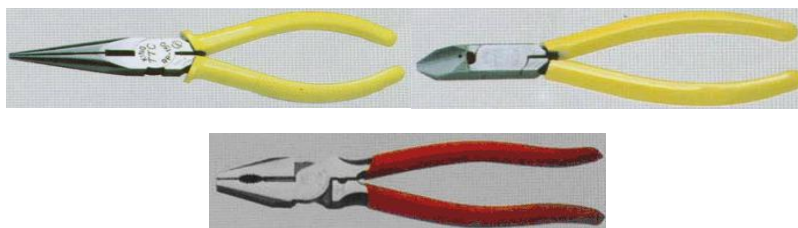

图 2-1
1) 尖嘴钳：头部较细，可用于夹取小型金属零件或弯曲元器件引线。不宜用于敲打物体或夹持螺母；如图 2-1 所示。